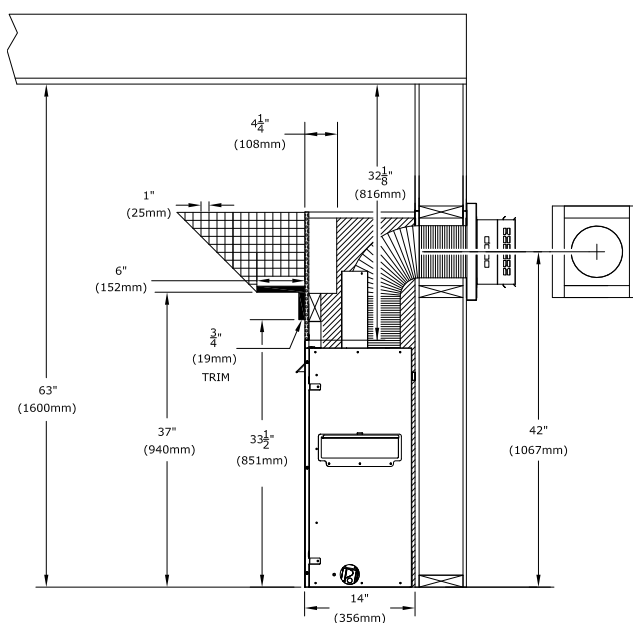

Figure 4.1 - Projections du manteau
- Profondeur du manteau combustible : Comme la FIGURE 4.1 l'indique, la bordure de finition de 3/4 po (19 mm) du manteau peut commencer à 33-1/2 po (851 mm) au-dessus du plancher de l'enceinte du foyer avec une manteau de 6 po (152 mm) commençant à 37 po (940 mm) au-dessus du plancher de l'enceinte du foyer. La profondeur du manteau peut augmenter de 1 po (25 mm) pour chaque 1 po (25 mm) de hauteur additionnelle, à partir d'un manteau de 6 po (152 mm).